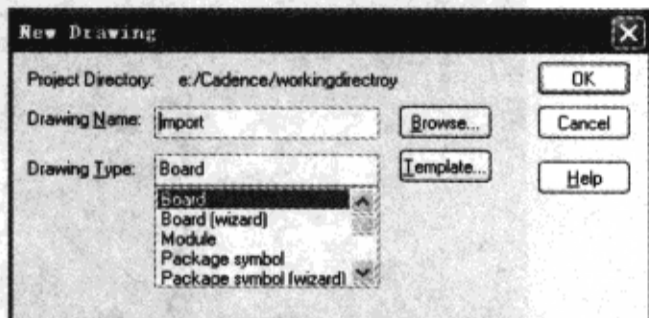

图 8-8-4 输入新设计名称
(2) 在“Drawing Name”栏中输入“import”, 这将是新 PCB 文件的名称, 如图 8-8-4 所示。